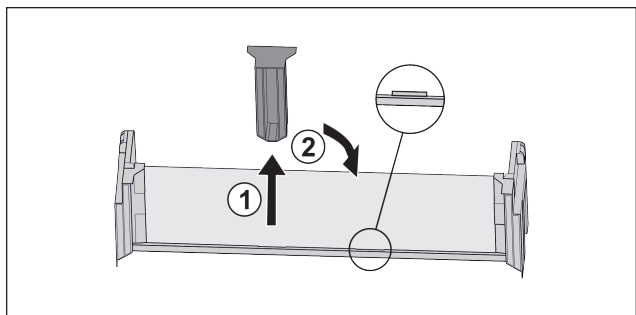

Fig. 121
▶ 拉出中间的定位件 Fig. 121 (1)。
▶ 将中间的定位件插入第二个位置 Fig. 121 (2)。